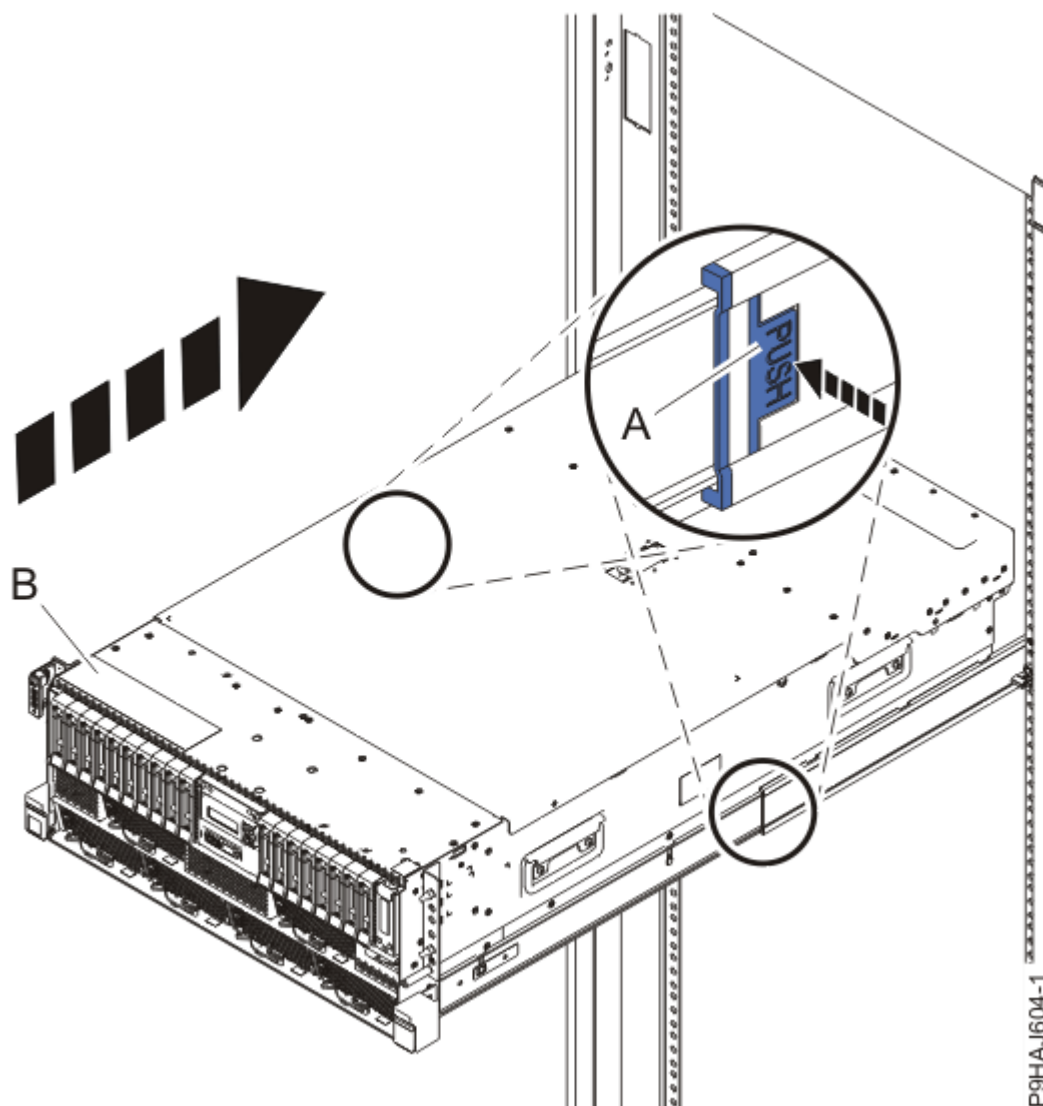

Figura 37. Colocar o sistema na posição de funcionamento
3. Para um sistema montado em bastidor, destranque os trincos de segurança da calha azuis (**A**) conforme apresentado em Figura 37 na página 45 ao os empurrar para dentro.